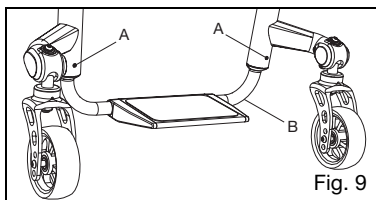

Fig. 9
1. Desserrez la vis de réglage (Fig. 9:A) de chaque côté du châssis à l'aide d'une clé Allen de 3 mm. Ne retirez pas les vis.
2. Montez ou abaissez le tube du repose-pied pour obtenir la hauteur désirée (Fig. 9:B).